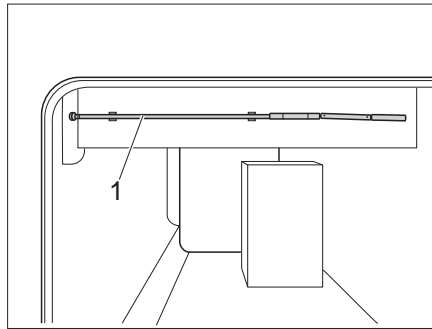

Bild 116 Kurbel zur Höhenverstellung
- Kurbel (Bild 116,1) aus der Halterung nehmen.